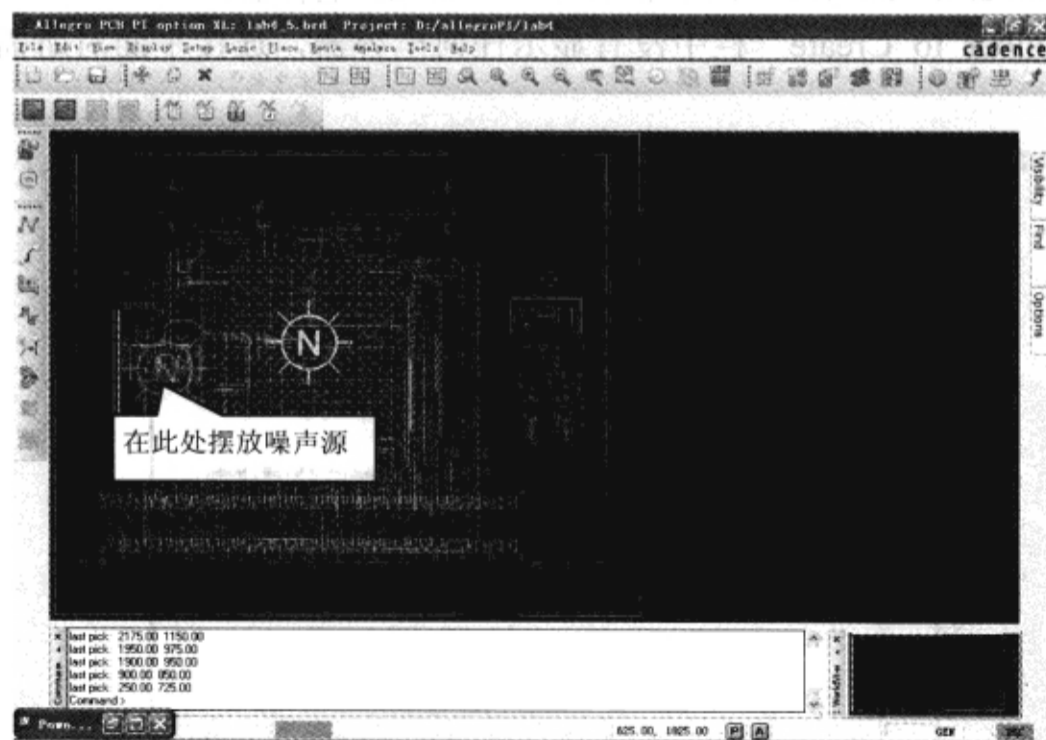

图 10-7-81 摆放噪声源
(7) 拖动噪声源图标到高亮图形的中心处，单击鼠标左键摆放这个噪声源，如图 10-7-81 所示。